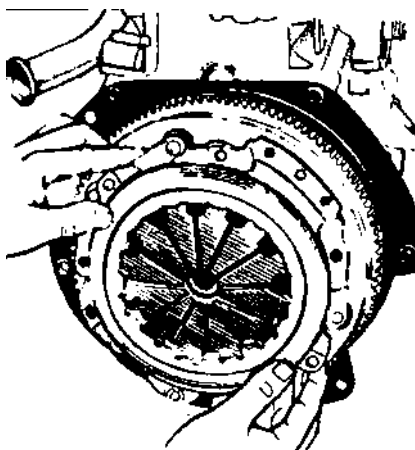

Рис. 2.24.8. Снятие кожуха сцепления с нажимным диском.
4. Отвернуть шесть болтов, снять кожух сцепления с нажимным диском и ведомый диск сцепления (рис. 2.24.8).